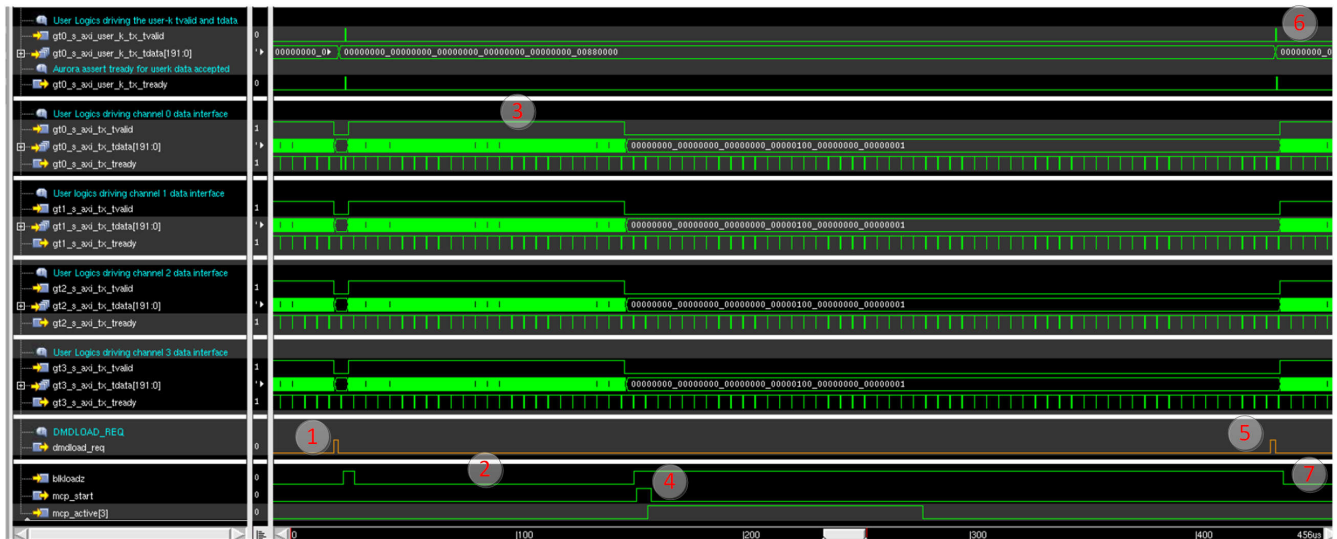

图 8-19. DMDLOAD_REQ 延迟置为有效波形
- 请参阅图 8-19，了解 Apps FPGA 选择向 DLPC964 发送 DMD 数据块但延迟将 DMDLOAD_REQ 置为有效的情况。